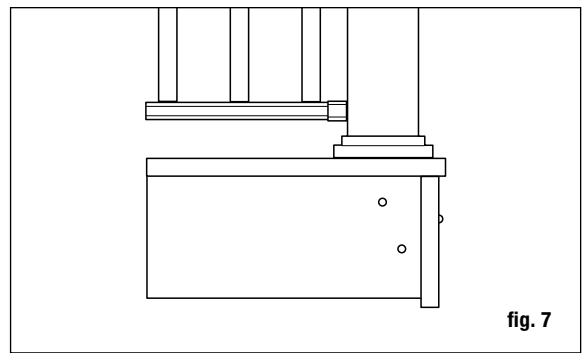

fig. 7
Étape 3 Grâce au niveau, positionnez, mettez le poteau à niveau et maintenez-le avec un serre-joint à la face intérieure de la solive. Remettez à niveau. Le poteau de garde-corps de 10 x 10 cm (4 x 4 po) devrait être boulonné à l'intérieur de la solive avec deux boulons de carrosserie galvanisés 1/2 x 6 po. Les poteaux de coin utilisent un troisième boulon de carrosserie inséré à travers la solive adjacente (fig. 7).
Étape 3 Grâce au niveau, positionnez et mettez le poteau du garde-corps d'escalier à niveau et maintenez-le avec un serre-joint à la face intérieure du limon. Remettez à niveau. Le poteau du garde-corps d'escalier de 10 x 10 cm (4 x 4 po) devrait être boulonné à l'intérieur du limon d'escalier en utilisant deux boulons de carrosserie galvanisés 1/2 x 6 po. Les poteaux de coin utilisent un troisième boulon de carrosserie inséré à travers la solive adjacente (fig. 7). Les poteaux au niveau du sol devraient être installés dans le béton.